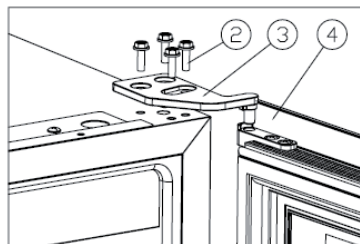

Abbildung 1
2. Lösen Sie die M5 x 16-Schrauben **(2)**, nehmen Sie das rechte obere Türscharnier **(5)** heraus und entfernen Sie die Tür (siehe Abbildung 1).